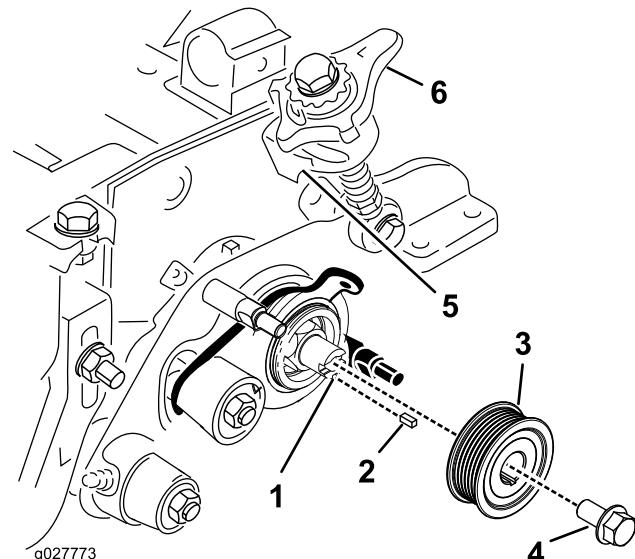

Figura 15
22. Monte los conjuntos de elevación rápida del lado de la transmisión a las chapas laterales con un perno con arandela prensada de  $3/8 \times 3/4$  pulgada (Figura 15).
23. Instale la polea de transmisión nueva, la chaveta y el tornillo con arandela prensada (Figura 15).